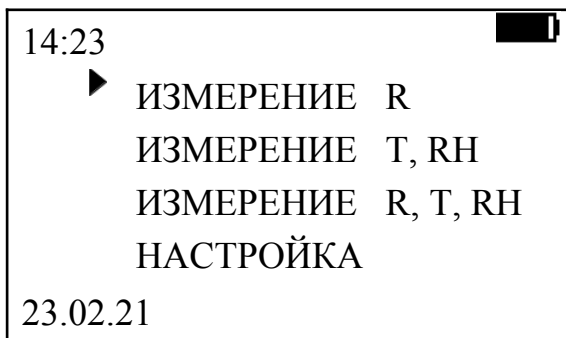

Рисунок 5 – Экран главного меню
1.4.2.1 Сразу после включения, на экране прибора появляется информация об уровне заряда аккумулятора, затем главное меню (см. рис. Рисунок 5). В верхней части экрана отображается текущее время и уровень заряда аккумулятора, в нижней части экрана – дата.